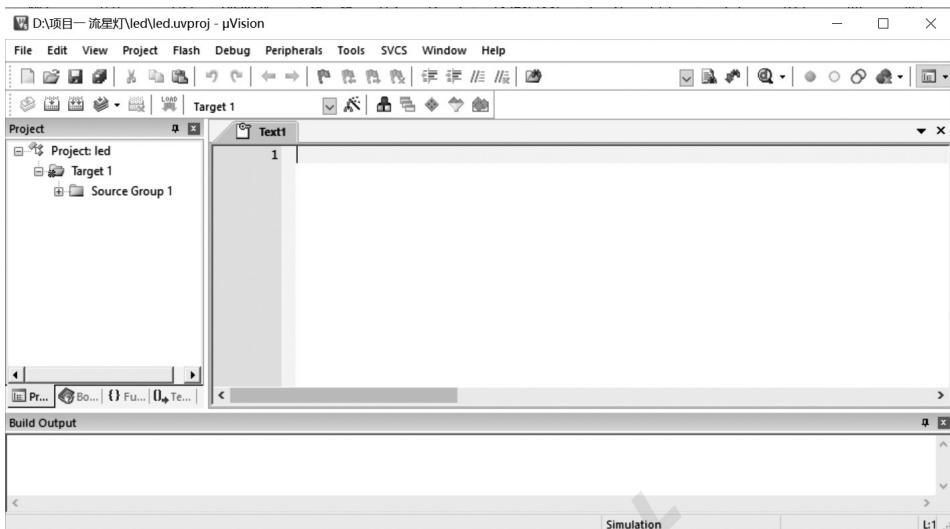

图 1-1-17 新建文档文件
(5) 第五步: 新建文档文件。执行菜单“File | New...”，出现一个名为“Text n”(其中 n 表示序号)的文档。如图 1-1-17 所示。